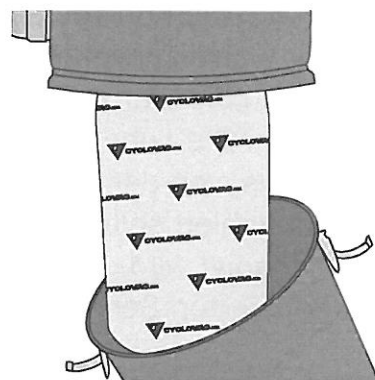

figure 11
1. Um die Filter herunterziehen zu können, entfernen Sie zuerst den Staubbehälter (**figure 11**).